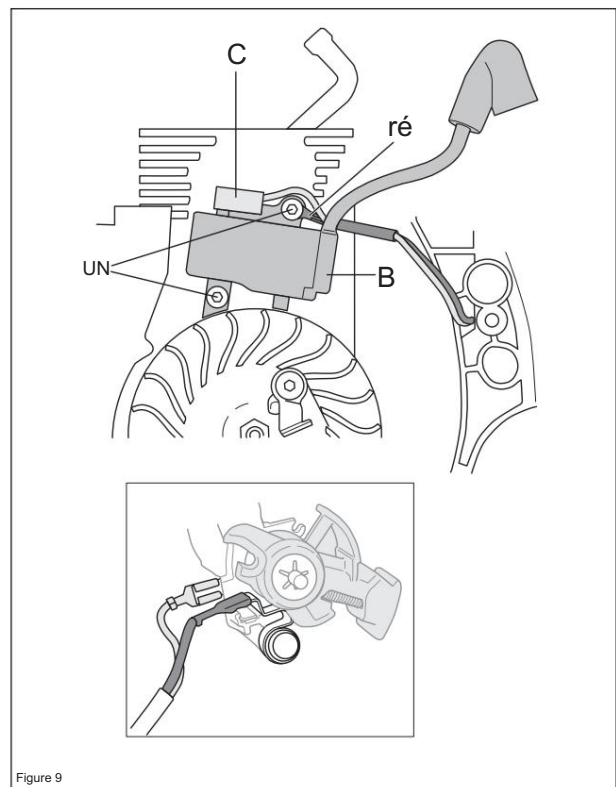

Figure 9
En cas de remplacement du module d'allumage (B), desserrez la cosse de câble (C) et la vis (A) et dévissez-la. Le module d'allumage peut être laissé en place si vous retirez simplement le volant. (voir figure 9)
Lors du remplacement des câbles, ils sont montés sur l'interrupteur d'arrêt. comme indiqué sur la figure. (voir figure 9)